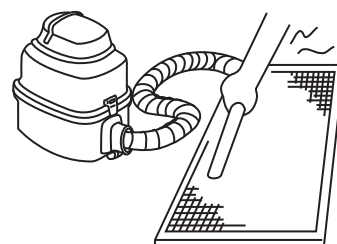

Abb. 9-3
- Beim Absaugen mit einem Staubsauger muss die Lufteinlassseite nach oben zeigen. (siehe Abb. 9-3)